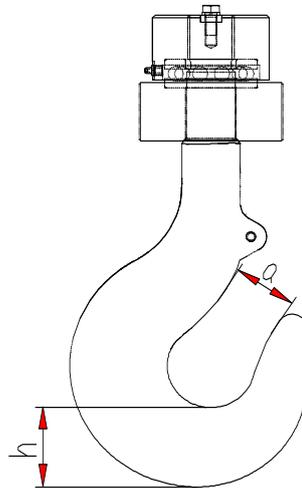

图 2.11-2
- 5) 尺寸“a”或“h”公差超限（见图 2.11-2）。